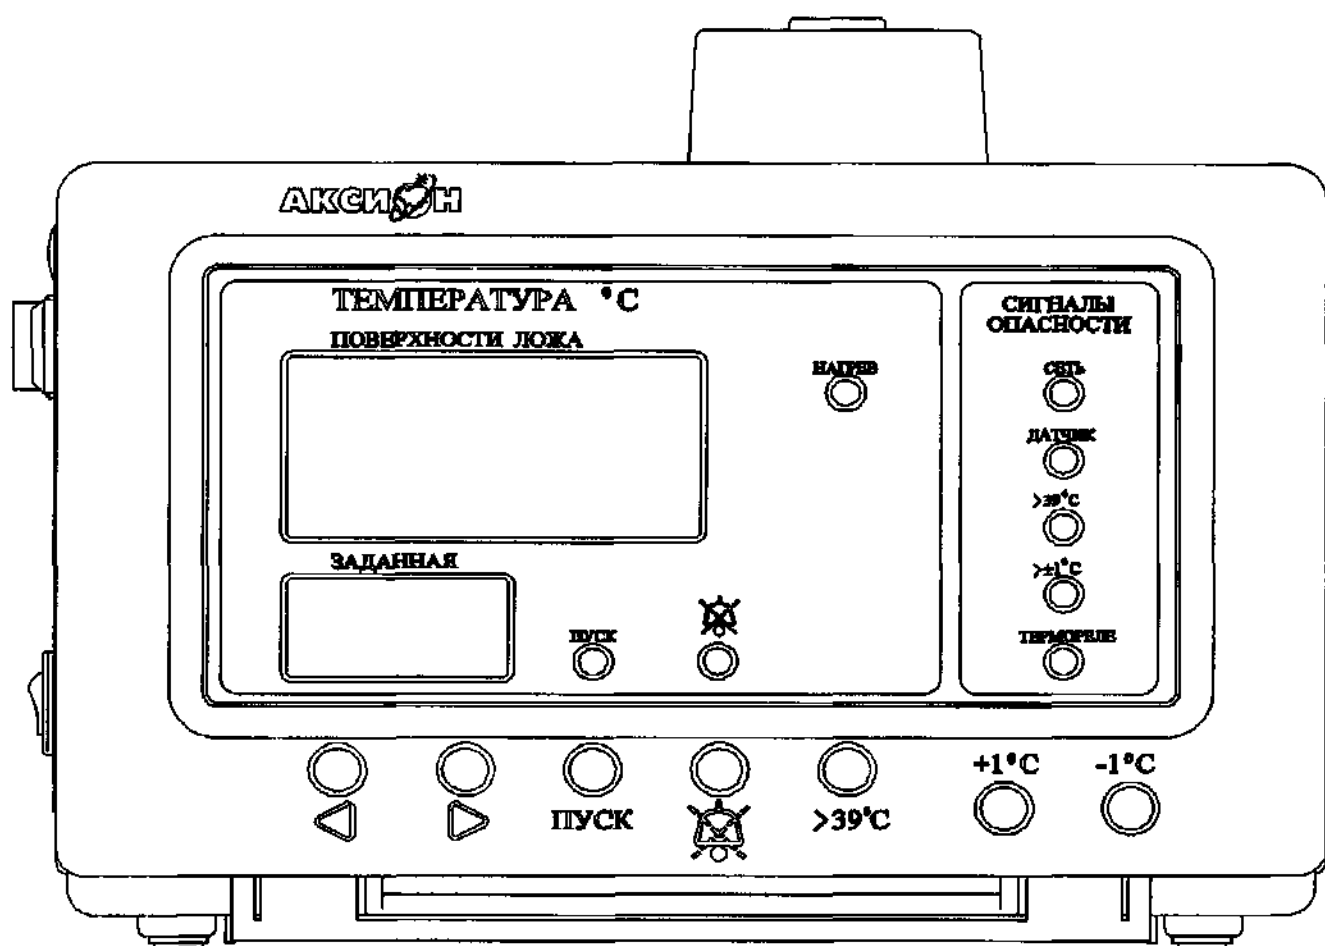

Рисунок 4. Блок управления. Вид спереди.
1.5.2 На лицевой панели блока управления (см. рисунок 4) расположены: